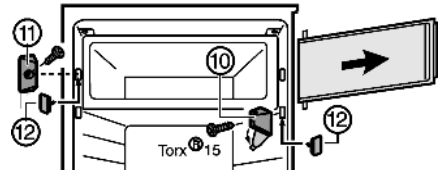

Fig. 6\*
- ▶ Abdeckung am Lagerbock Fig. 6 (10) wegklappen.\*
- ▶ Lagerbock Fig. 6 (10) mit der Fachtür abschrauben.\*
- ▶ Verschlussstück Fig. 6 (11) abschrauben.\*
- ▶ Die freigewordenen Löcher mit beiliegender Abdeckung Fig. 6 (12) verschließen.\*